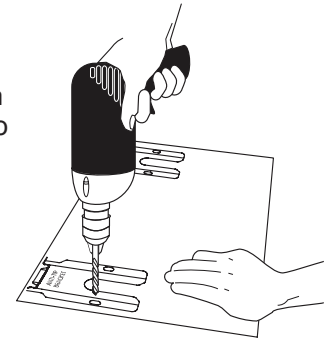

Fig. 6
- b. **Taladre los agujeros y fije el soporte -** Taladre un agujero piloto de 1/8" donde se instalarán los tornillos (Fig. 6).